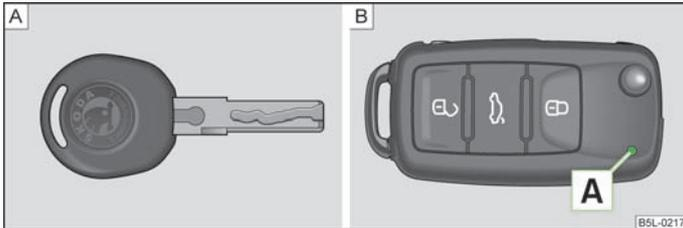
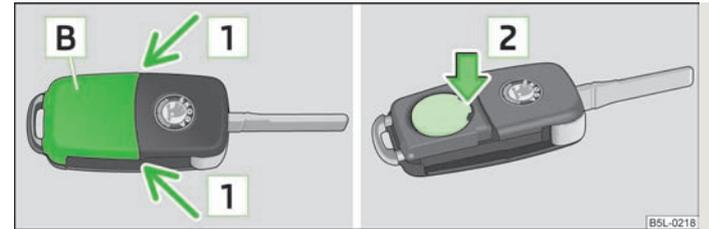

Abb. 8 Schlüssel ohne Fernbedienung / Schlüssel mit Fernbedienung (Funkschlüssel)
Abb. 9 Funkschlüssel - Deckel abnehmen / Batterie herausnehmen
Mit dem Fahrzeug werden zwei Schlüssel ausgeliefert. Je nach Ausstattung kann Ihr Fahrzeug mit Schlüsseln ohne Funkfernbedienung » Abb. 8 - [A] oder mit Funkfernbedienung » Abb. 8 - [B] ausgestattet sein.
Jeder Funkschlüssel enthält eine Batterie, die unter dem Deckel [B] untergebracht ist » Abb. 9. Wenn die Batterie entladen ist, blinkt nach dem Drücken einer Taste auf dem Funkschlüssel die rote Kontrollleuchte [A] nicht » Abb. 8. Wir empfehlen Ihnen, die Schlüsselbatterie von einem ŠKODA Vertragspartner wechseln zu lassen. Falls Sie jedoch die entladene Batterie selbst wechseln möchten, gehen Sie wie folgt vor.
- Die Batterieabdeckung mit dem Daumen oder mit einem flachen Schraubendreher im Bereich der Pfeile [1] abdrücken » Abb. 9.